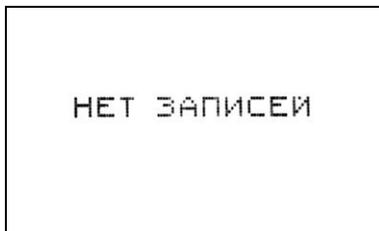

Рис. 22
**Примечание:** Верхний край графика В-SCAN (См. Рис. 22) – ближний к поверхности на которой установлен ПЭП, а нижний край графика – отображение профиля противоположной поверхности.
В случае если в памяти прибора нет записей графиков В-SCAN, на индикаторе будет выдано сообщение Рис. 22: